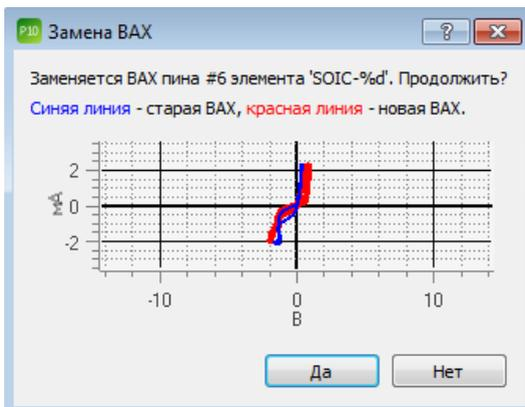

Рисунок 30. Диалоговое окно замены ВАХ ПО EyePoint P10.
- 4) Проверить корректность замены в появившемся диалоговом окне (Рисунок 30).